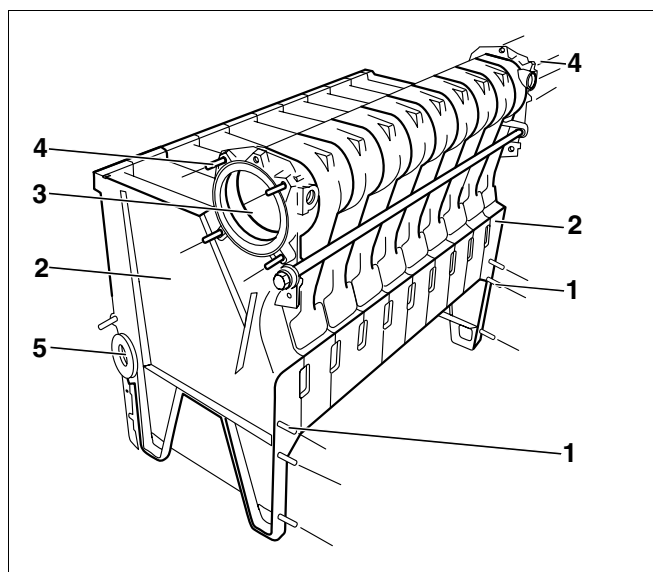

Рис. 21 Установка шпилек
- Ввернуть по четыре шпильки (рис. 21, поз. 4) слева и справа в резьбовые отверстия верхней ступицы котла (рис. 21, поз. 3).
- Ввернуть по три шпильки (рис. 21, поз. 1) в конечные секции (рис. 21, поз. 2) справа и слева с передней стороны.
Нижние ступицы котла на конечных секциях (рис. 21, поз. 2) нужно закрыть прилагаемыми заглушками.
- Закрывать глухой заглушкой 1 $\frac{3}{4}$ " заднюю нижнюю ступицу котла (рис. 21, поз. 5). Во второй котловой блок вкручивается заглушка (1 $\frac{3}{4}$ " x 1") с подключением трубопровода к расширительному баку.